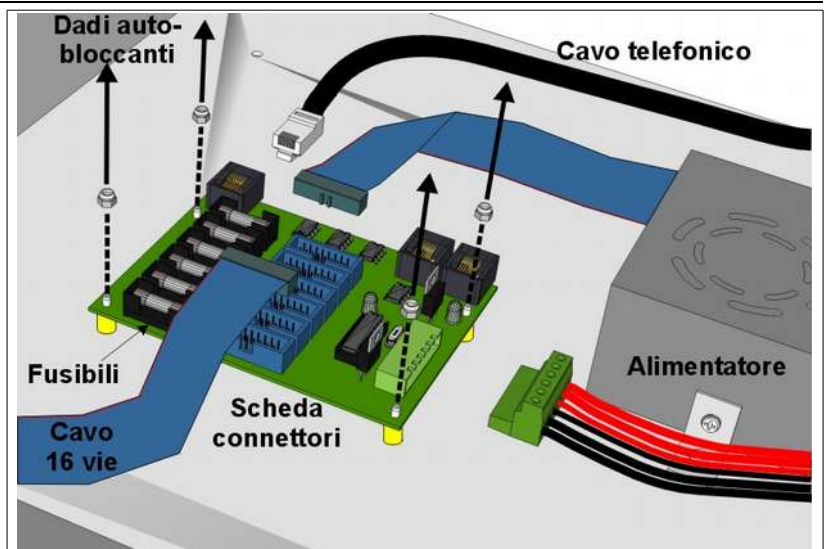

Fig. 21: Sostituzione scheda connettori
- b) collegare la Console direttamente al connettore dei dati seriali della scheda dei connettori (Fig. 21) con un cavo seriale di sicuro funzionamento ed alimentare il tabellone;
- c) localizzare la scheda connettori all'interno del modulo del tabellone avente la presa di alimentazione (Fig. 18, Fig. 21) ed identificare il fusibile vicino al connettore dove è inserito il cavo piatto a 16 vie proveniente dalla precedente scheda di controllo; sostituire il fusibile se interrotto, altrimenti sostituire la scheda connettori (capitolo 7.4).
2. Individuare la scheda connettori (Fig. 18, Fig. 21); estrarre da essa tutti i connettori prendendo nota della loro posizione.
3. Mediante una chiave da 5,5 mm svitare i 4 dadi di blocco della scheda connettori (Fig. 21), toglierla dalla propria sede e quindi fissare la nuova scheda.